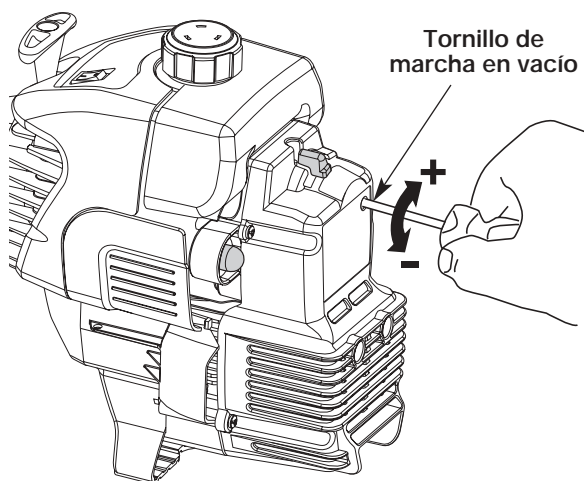

Fig. 27
La velocidad lenta del motor puede ser ajustada por la cubierta del silenciador / filtro de aire (Fig. 27).
2. Suelte el gatillo del regulador y deje que el motor funcione en marcha lenta. Si el motor se para, inserte un pequeño destornillador Phillips o de vástago plano en el orificio de la cubierta del silenciador / filtro de aire (Fig. 27). Gire el tornillo de marcha lenta en **sentido horario**, de a 1/8 de vuelta por vez (según sea necesario) hasta que el motor funciona en mínima.